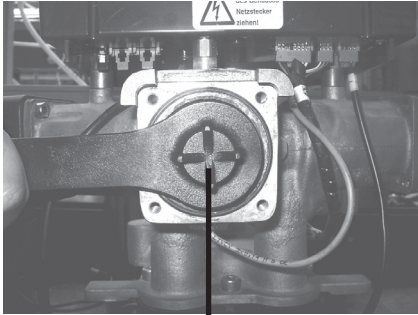

Abb.1
2. Nippel (Abb.1) mit dem beigefügten Montageschlüssel ① ausdrehen (Rechtsgewinde).